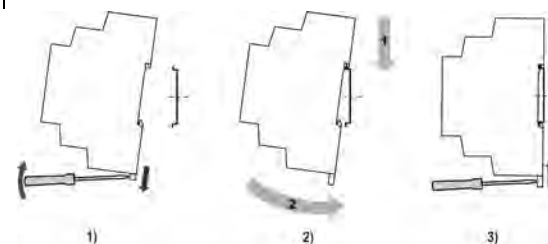

Рисунок 1 – Монтаж прибора
2. Вставив отвертку в проушину, оттянуть защелку (см. *рисунок 1*, 1). Прибор установить на DIN-рейку.
3. Прибор прижать к DIN-рейке (см. *рисунок 1*, 2, стрелки 1 и 2). Отверткой вернуть защелку в исходное положение.